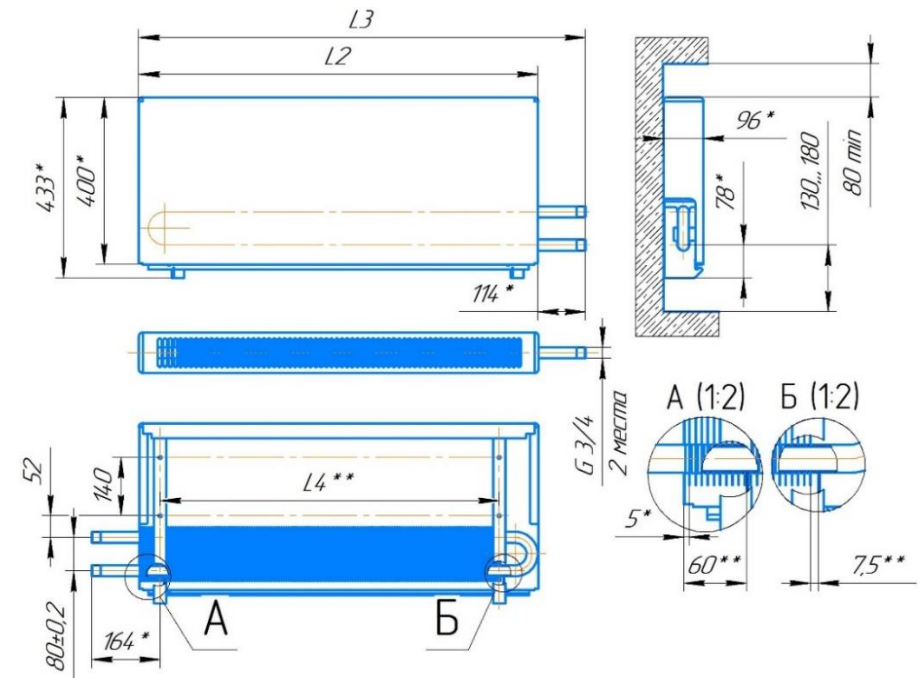

Рис. 1 – Конвектор «Универсал ТБ м».
- 1.3. Конвекторы выпускаются в концевом или проходном исполнении, с патрубками для подвода теплоносителя, расположенными с правой или левой стороны прибора, концы присоединительных патрубков гладкие (под сварку) или с раструбами с резьбой наружной G 3/4" (НР ¾) или с резьбой внутренней G 1/2" (ВР ½), габаритные и присоединительные размеры указаны в рис. 1.